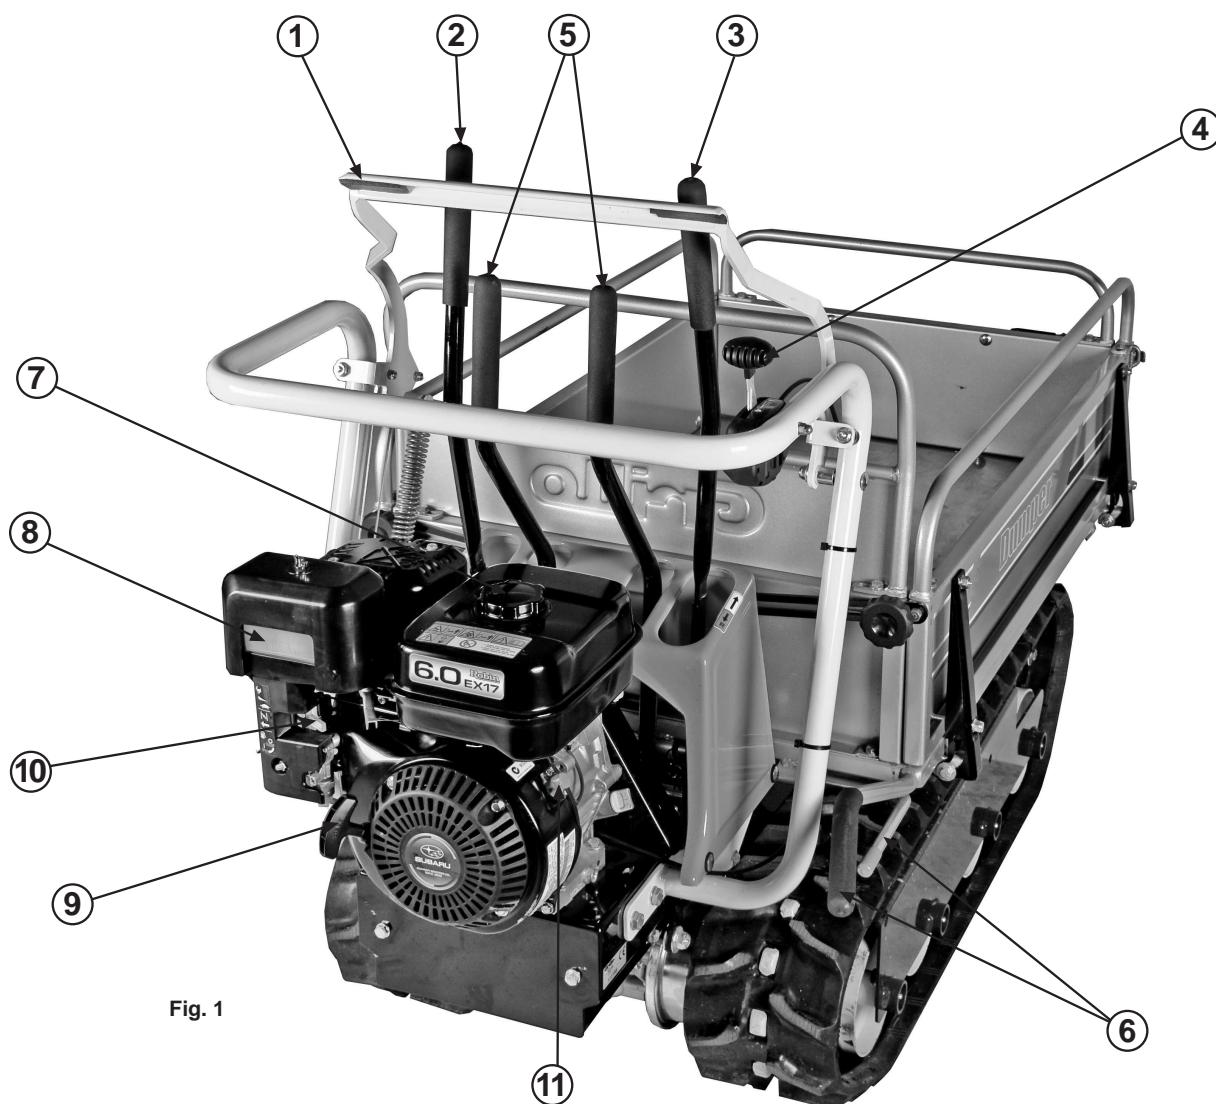

Fig. 1
- Controle el funcionamiento de las palancas de cambio y de bloqueo y asegúrese que el vagón de carga esté bien enganchado (fig. 1 nº 6).
Lleve la manija aceleradora (Fig. 1 nº 4) hasta mitad de recorrido y cierre el arrancador (Fig. 1 pos. 10).
Encienda el motor tirando fuerte la correa del arranque reversible (Fig. 1 nº 9).
Encendido el motor, abra nuevamente el arrancador (Fig. 1 nº 10) y lleve lentamente la manija aceleradora casi al “mínimo”.
Seleccione la marcha deseada actuando sobre la palanca (2) fig.1.
Si la marcha no engrana inmediatamente es suficiente dar unos pequeños golpes embrague (1) fig.1.
Acelere el motor mediante la manija aceleradora (4) fig. 1 y tire la palanca de embrague (A) fig.7: la máquina comienza a moverse.
Lleve la manija aceleradora al mínimo (4) fig. 1. Para parar el motor, empuje el interruptor paro motor (Fig. 1, rif. 11).
Si debe parar la máquina e subidas o bajadas rápidas, suelte la palanca (1) fig. 1: el transportador se bloquea automáticamente (B, fig. 7). Si bien el transportador está dotado de cremallera de goma, es importante prestarle atención a las condiciones ambientales difíciles (hielo, nieve, lluvias fuertes), y a los terrenos que por constitución podrían hacerle perder estabilidad a la máquina.